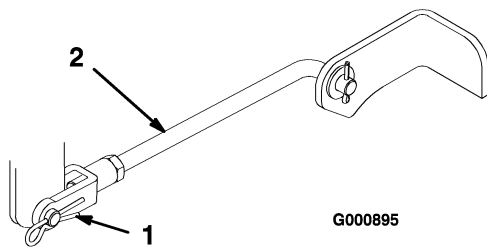

Figura 48
5. Retire el pasador y el pasador de seguridad de las horquillas de los tirantes delanteros (Figura 48).
8. Conecte los tirantes delanteros al tractor con los pasadores y los pasadores de seguridad (Figura 48).